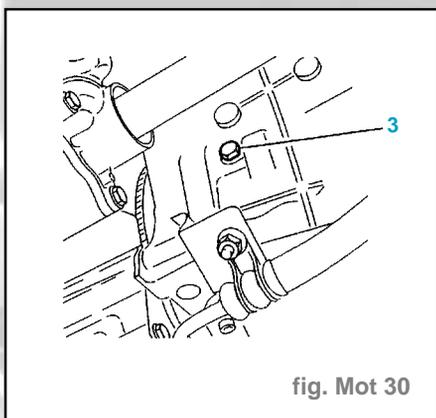

fig. Mot 30
- Vidanger le moteur en déposant le bouchon (3) (fig. Mot. 30).